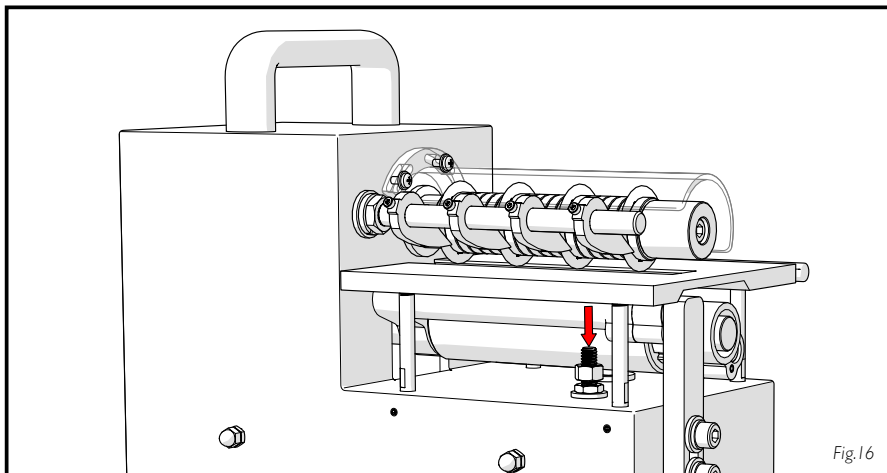

Fig.16
- Опустите задний регулировочный болт. Рис. 16